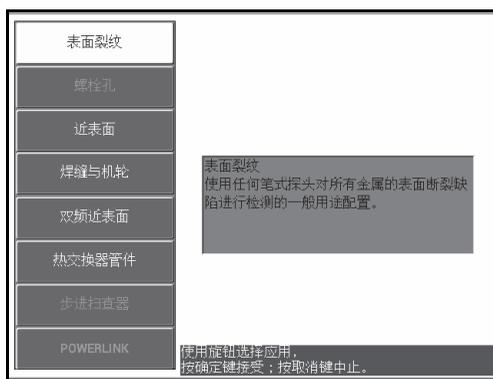

图 5-73 表面裂纹应用
2. 按一下高级设置菜单键（），然后选择**应用选择**（功能键 A），打开应用选择菜单。使用旋钮选择**表面裂纹**，然后按确定键（）接受（参见第 168 页的图 5-73）。